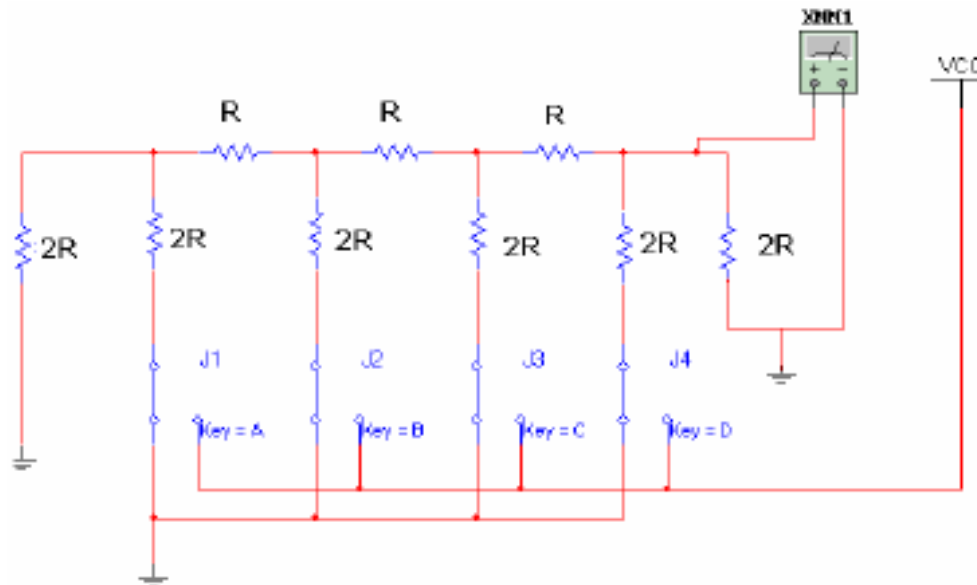

Figura 1: Conversor D/A com rede R/2R
1. Monte o circuito da figura 1, ligando as entradas nas 4 entradas inferiores do gerador de nível lógico.